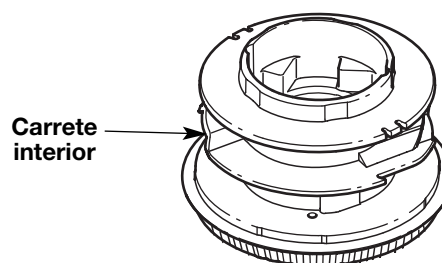

Fig. 21
4. Saque toda la línea que haya en el carrete interior antes de limpiarlo. Saque todos los residuos o pasto de la perilla, resorte, carrete interno y sello de espuma. Lave el carrete interior con agua jabonosa tibia (Fig. 21).
2. Saque los cuatro (4) tornillos que sostienen la cubierta del silenciador / filtro de aire (Fig. 21). Use un destornillador de broca Torx N° T20.